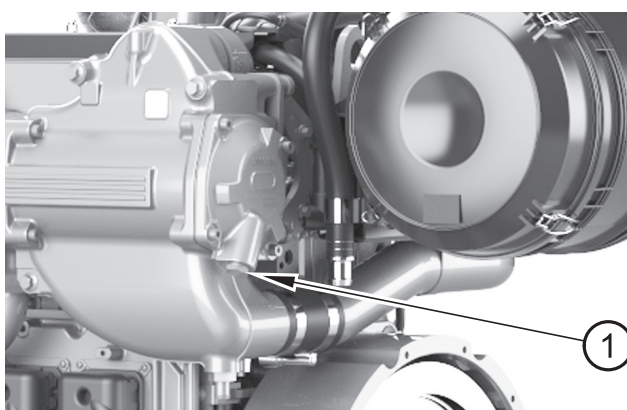

Figura 7
2. Retire el tapón de drenaje (figura 7, elemento 1) del refrigerador posterior. Asegúrese de que el orificio de drenaje no esté obstruido.